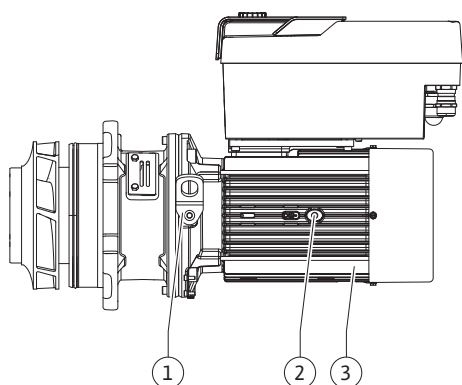

Fig. 112: Utični komplet
13. Uvedite utični komplet (vidi Fig. 112) u kućište pumpe u starom ili nekom drugom željenom kutnom položaju. Pritom se pridrđavajte dopuštenih položaja ugradnje dijelova (vidi poglavlje „Dopušteni položaji ugradnje i promjene u rasporedu dijelova prije instalacije“ [► 26]).